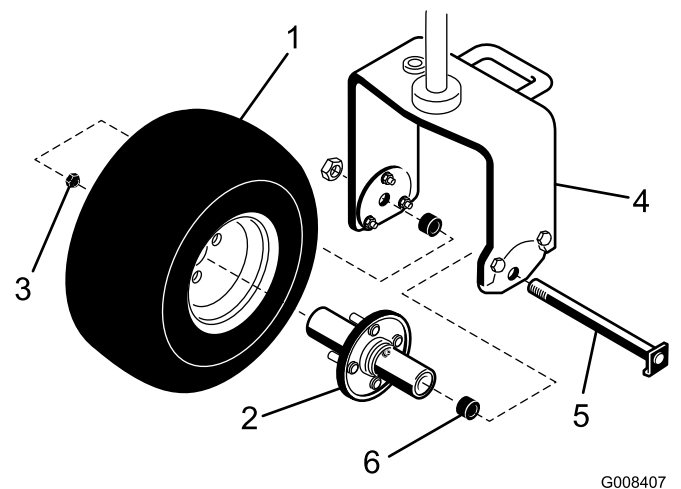

図 3
1. 取り付けナット 4 本を使用して、後ホイール・リムにホイール・ハブを取り付ける (図 3)。ナットを 0.81-1.04 kg.m . にトルク締めする。
2. 後キャスト・フォークの車輪取り付け穴についているボルトとロックナットを外す (図 3)。
5. ホイール・ボルトの頭の L 字状の部分を、アダプタ・プレートの底部に引っ掛ける (図 3)。ロックナットを取り付けて締め